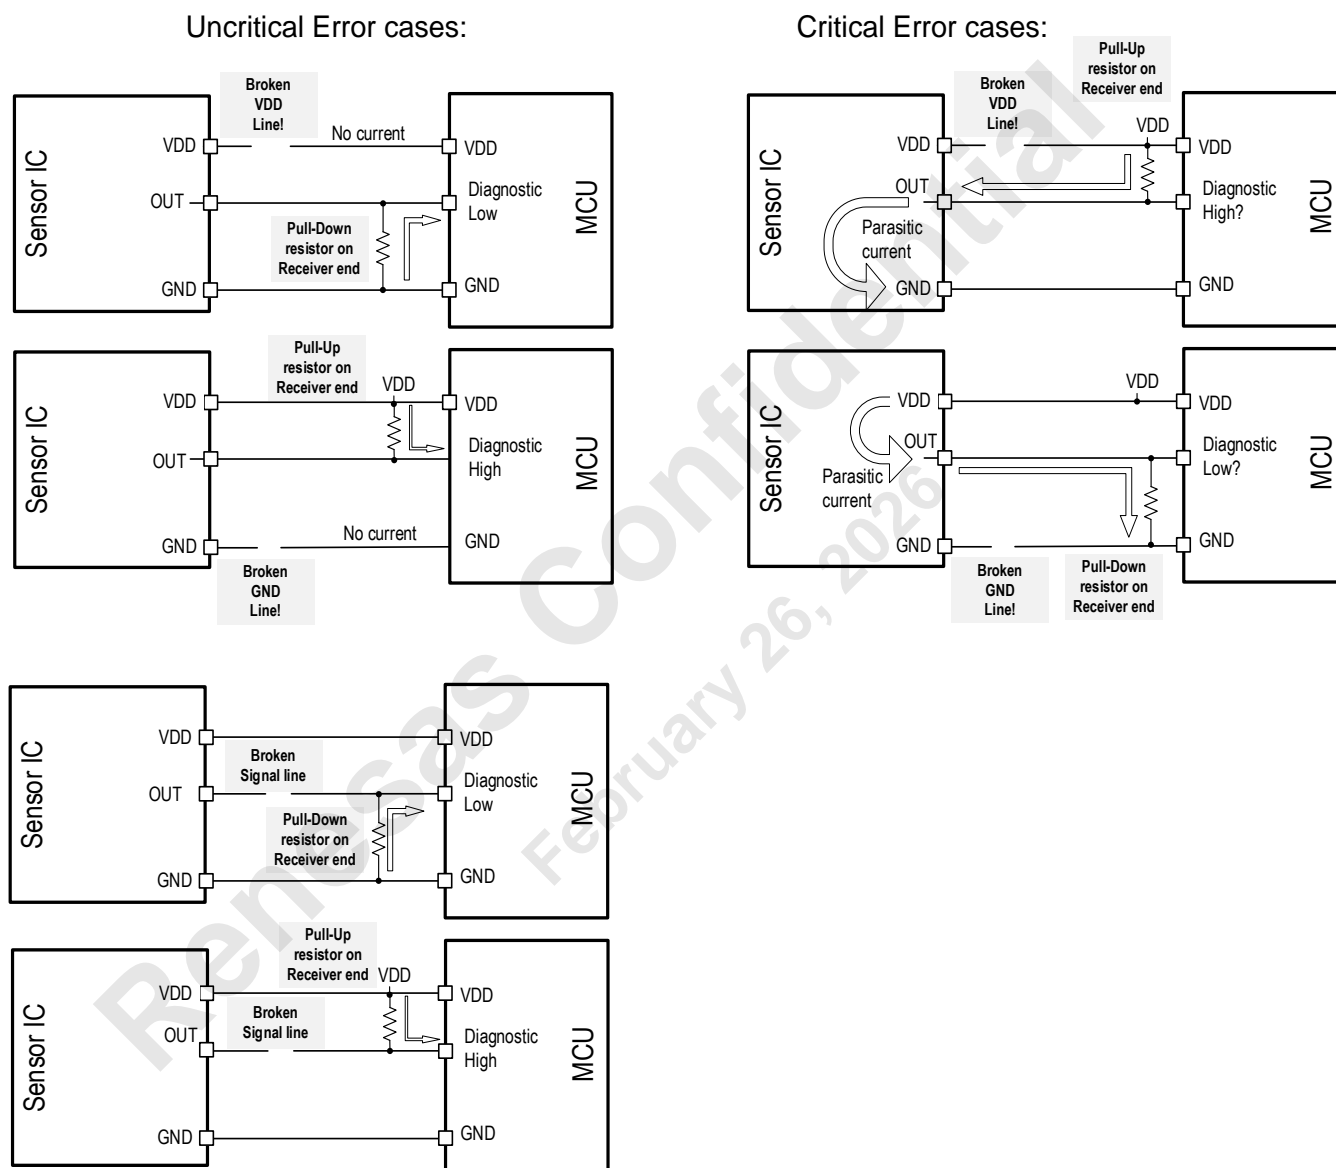
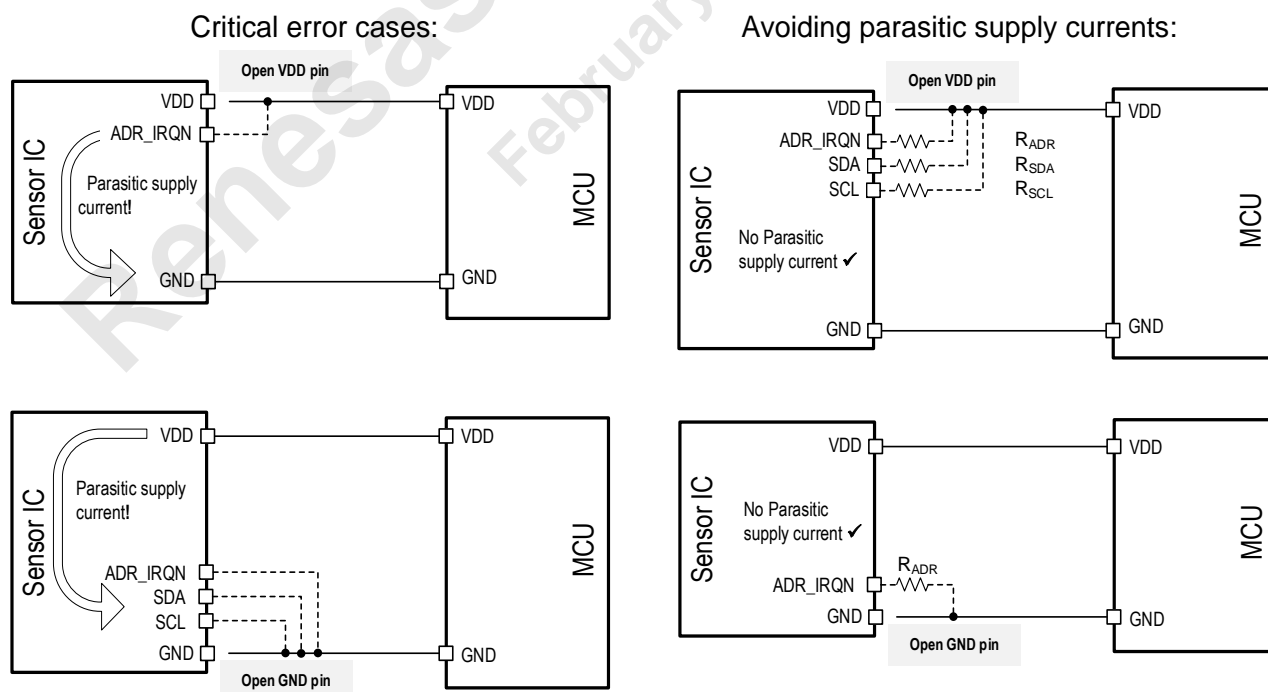

図 25 VDD または GND ラインの断線によるアナログ出力の寄生電流
図 26 ADR_IRQN 端子、SDA 端子、SCL 端子の寄生電流
電源、グランド、またはアナログ出力の断線のほとんどはアナログ出力端子の DC 電圧をモニタすることにより容易に検出可能です。図 25 左列の図を参照してください (OUT は SIN_SCL、SINN、COS_SDA または COSN です)。診断エラーまたは信号線断線の場合、影響を受けた端子の DC 電圧は外付けのプルアップ抵抗またはプルダウン抵抗により診断範囲 (diagnostic high または diagnostic low) へ引き込まれます。
- 受信側に外付けプルアップ抵抗が有る場合の VDD の断線 (図 25 右上の図参照):
- 受信側に外付けプルダウン抵抗が有る場合のグランド配線の断線 (図 25 右下の図参照):
VDD または GND 端子がオープンの場合、ADR_IRQN または SDA、SCL が VDD または GND に直接接続されている場合に寄生電源電流が流れる可能性があります (図 26 の Critical error cases 参照)。このような寄生電源電流を避けるには、図 26 の Avoiding parasitic supply currents に示すように、これらの端子を VDD または GND に抵抗を介して接続します。R_{ADR}、R_{SDA}、R_{SCL} の値は表 14 を参照してください。
<p>p.31 図 15,図 14: SCL の接続変更</p> <p>p.32 セクション 15.2: 電源電圧の表記を $3.3V \pm 10\%$ または $5.0V \pm 10\%$ から、$3.3V \pm 0.3V$ または $5.0V \pm 0.5V$ に変更</p> <p>p.32 セクション 15.3.1: 説明と表の追加</p> <p>p.32 図 17: 抵抗と抵抗値の表記変更</p> <p>p.33 セクション 15.3.2: 参照する図の変更と表の追加</p> <p>p.17 図 18: 抵抗値の表記変更</p> <p>p.34 図 19: 抵抗値の表記変更</p> <p>p.34 図 20: 抵抗値の表記変更</p> <p>p.36 図 22: 抵抗値の表記変更</p> <p>p.36 セクション 17: 図 22 の下の注記の修正</p> <p>p.37 セクション 17.1: 動作電源電圧の記載を $3.3V \pm 10\%$ または $5.0V \pm 10\%$ から、$3.3V \pm 0.3V$ または $5.0V \pm 0.5V$ に変更</p> <p>p.37 表 22: Supply voltage range のプログラムオプションの記載を $3.3V \pm 10\%$ または $5.0V \pm 10\%$ から、$3.3V \pm 0.3V$ または $5.0V \pm 0.5V$ に変更</p> <p>p.40 セクション 18.2.1.2: 説明文の修正、追加</p> <p>p.41 図 25: タイトル修正</p> <p>p.42 表 24: 参照する図の明記</p> <p>p.42 表 25: 参照する図の明記</p> <p>p.42 セクション 18.2.1.2: 説明文修正</p> <p>p.42 図 26: 対象端子の追加、抵抗値の表記変更</p> <p>p.44 表 26: Output buffer failure の Temporary タイプの説明修正、Static タイプの追加</p> <p>p.45 セクション 18.5: C_T の参照先追加</p> <p>p.48 セクション 24: 章名、表内の「注文」を「発注」に変更</p>